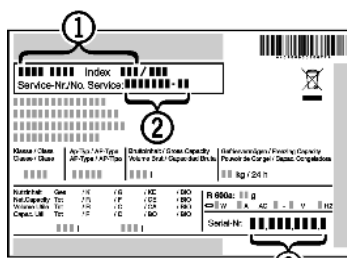

Fig. 55
- ▶ Gerätebezeichnung Fig. 55 (1), Service-Nr. Fig. 55 (2) und Serial-Nr. Fig. 55 (3) vom Typenschild ablesen. Das Typenschild befindet sich an der linken Geräteinnenseite.